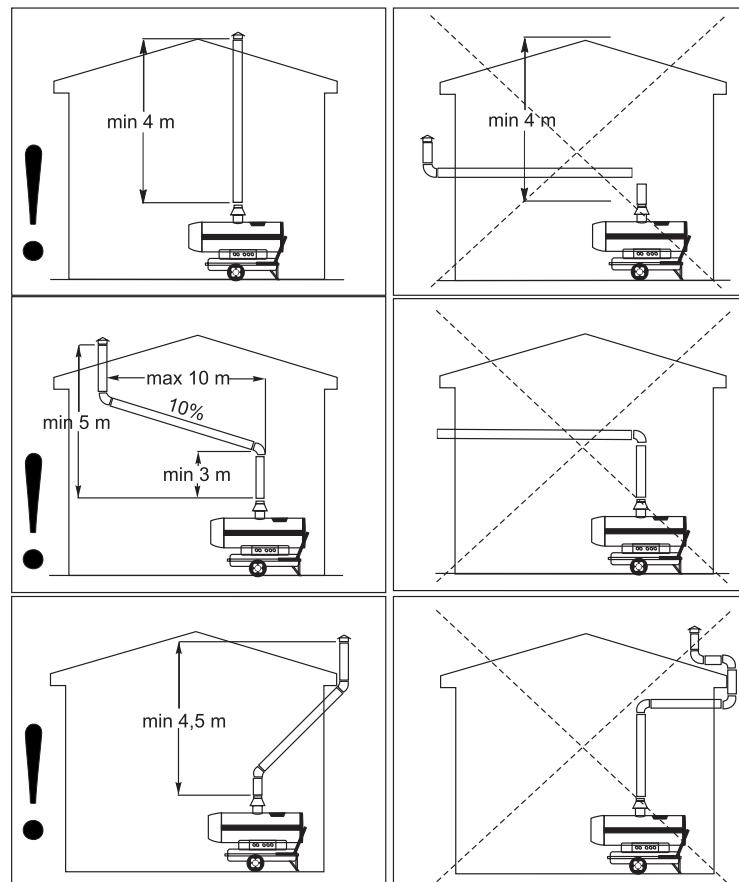

Рисунок 2 — Схема подключения аппарата к дымовой трубе
- Выполните все мероприятия по обеспечению помещения, которое будет обогреваться данным аппаратом устройством естественной или принудительной приточно-вытяжной вентиляции. Выполните требования раздела «Правила безопасности» данной инструкции. Подключите аппарат к дымовой трубе (см. рис. 2).
- Одновременно запальное устройство, смонтированное в камере сгорания, производит розжиг горючей смеси. Горючая смесь образует горящую топливовоздушную струю высокой температуры и направленности. Пройдя через камеру сгорания, топливовоздушная струя полностью сгорает, нагревая при этом ее стенки и дефлектор. Продукты сгорания топливовоздушной струи выходят через дымоотводящий патрубок 4 аппарата и далее в дымовую трубу. Дымовая труба отводит дымовые газы за пределы здания (см. рис. 2). При прекращении подачи электроэнергии (независимо от причины), затухании пламени или при перегреве, автоматика безопасности отключает аппарат, тем самым предотвращая возможные аварийные ситуации.